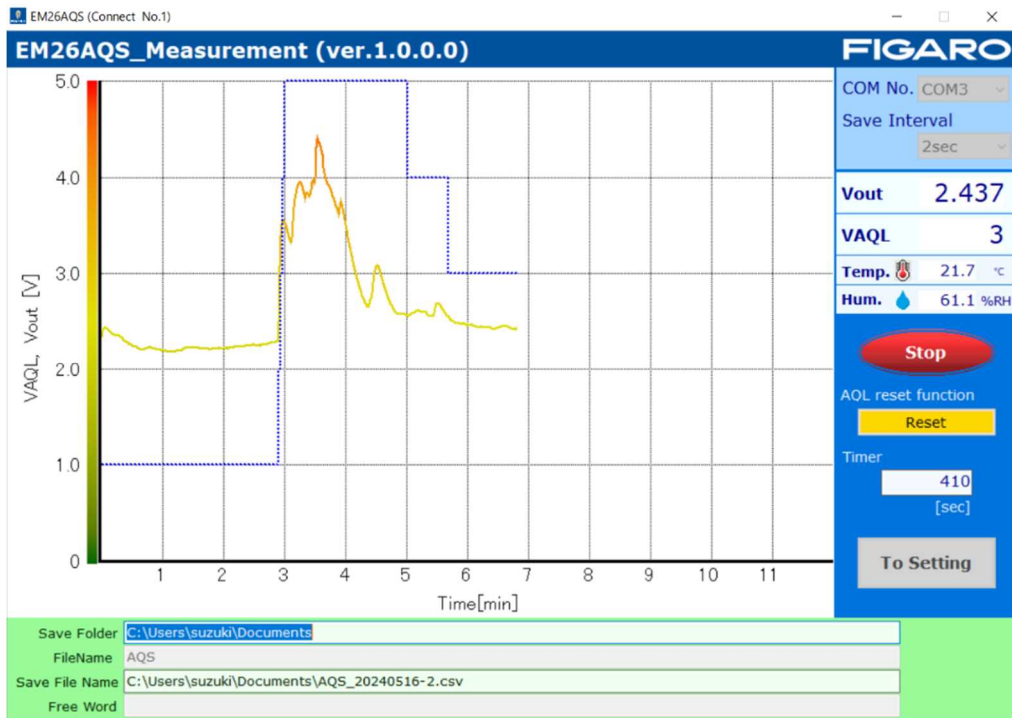

図 4 測定データの表示例
⑩ 測定の開始
- ・ 測定周期は 2 秒周期で、画面上では最新の測定データから約 10 分前までの測定データが表示されます。（図 4）